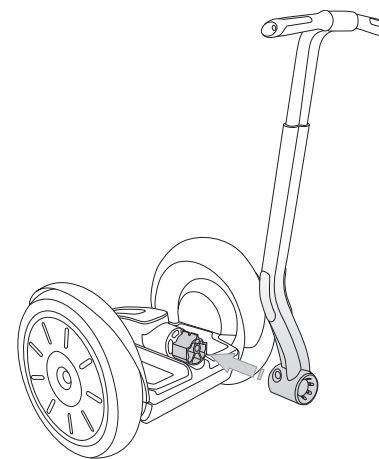

Figura 3. Installazione del montante LeanSteer sullo snodo della piattaforma
4. Fare scorrere il montante del LeanSteer in direzione opposta allo snodo della piattaforma, come illustra la Figura 3. Tale azione non richiede solitamente una forza eccessiva.
6. Per installare il montante LeanSteer, inserirlo sullo snodo della piattaforma. Vedere la Figura 3.